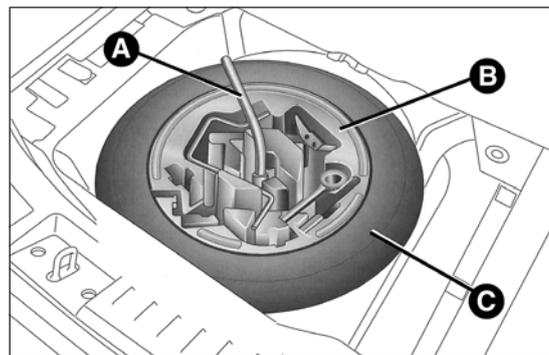

fig. 116
- utilizzando la chiave A fig. 116 ubicata nel contenitore portattrezzi, svitare il dispositivo di bloccaggio, prendere il contenitore portattrezzi B e portarlo accanto alla ruota da sostituire. Successivamente prelevare il ruotino di scorta C;